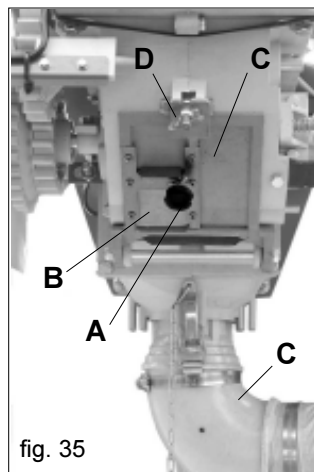
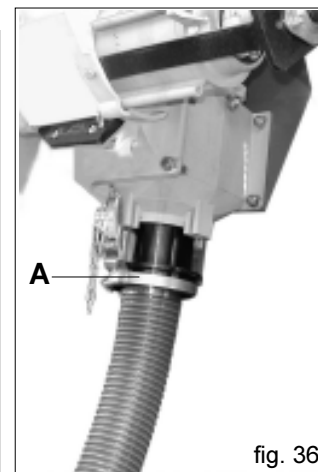

fig. 35
fig. 36
- a) coloque una bolsa o un recipiente debajo de la puerta de descarga del equipo dosificador, desenrosque el volante (A Fig. 35) para descargar por la puerta (B) el contenido de la tolva. Por último, abra la puerta de descarga (C Fig. 35) desenroscando la tuerca de mariposa (D Fig. 35) para vaciar el contenido que queda en el dosificador;
- b) Quite la curva (C Fig. 35) situada debajo del canal del inyector, conecte en la misma posición el tubo de recogida entregado con la máquina (A Fig. 36) y en el extremo opuesto del tubo coloque un recipiente de recogida, gire la rueda de transmisión en la dirección de marcha sirviéndose de la manivela.